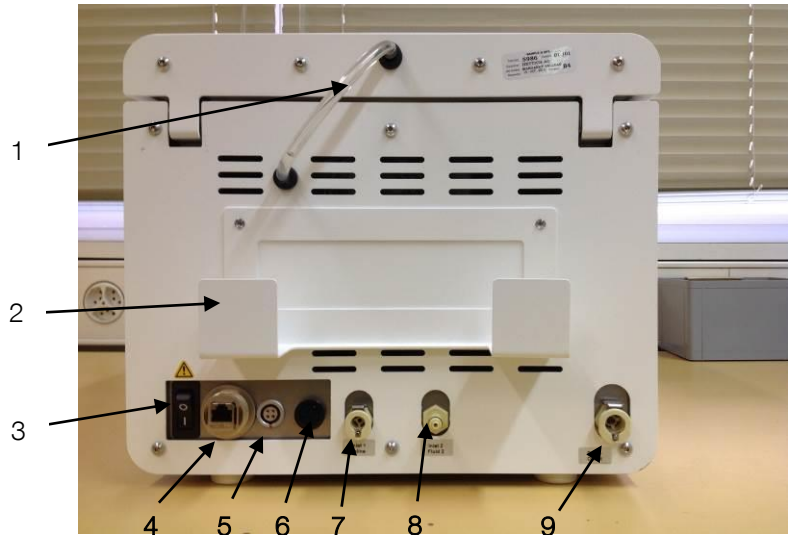

Fig. 7.1
Anbring strømforsyningsenheden i holderen, der sidder på bagsiden (se fig. 7.1, pos. 2), og stik stikket i kontakten til jævnstrøm (fig. 7.1, pos. 5). Forbind det medleverede strømkabel med strømforsyningsenheden, og stik det herefter i stikkontakten.
Tilslut påfyldningsslange ved indløb 1 (fig. 7.1, pos. 7) på bagsiden, og nedsæk den anden slangeende med indsugningsrøret i beholderen med saltopløsningen.
Hvis der på udstyret som option er monteret et indløb 2, skal påfyldningsslange 2's tilslutning tilsluttes til indløb 2 på bagsiden (fig. 7.1, pos. 8), og den anden slangeende med indsugningsrøret nedsænkes i beholderen med væske 2.
Tilslut udløbsslansens tilslutning til udløbet på bagsiden (fig. 7.1, pos. 9), og anbring den anden slangeende ved beholderen for specialaffald.
Tryk på strømafbryderen (fig. 7.1, pos. 3) (ON). Opstartsprocessen tager ca. et minut.